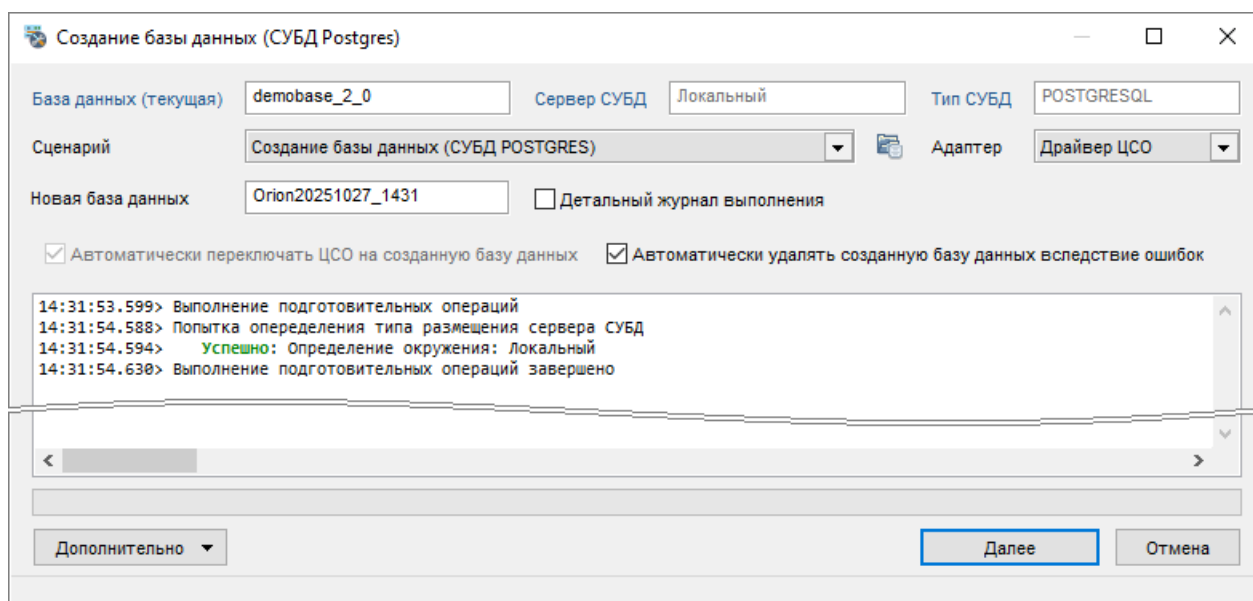

Рисунок 4-44 Окно "Создание базы данных" для СУБД Postgres
- 2) в открывшемся окне «Создание базы данных» (см. Рисунок 4-44) задайте настройки создаваемой БД (см. п. 4.4.3.1) и нажмите кнопку «Далее» для запуска процесса верификации (проверки) пакета данных для создания новой БД;
При создании новой БД в окне «Создание базы данных» (см. Рисунок 4-44) отображаются как неизменяемые параметры (см. п. 4.4.10):